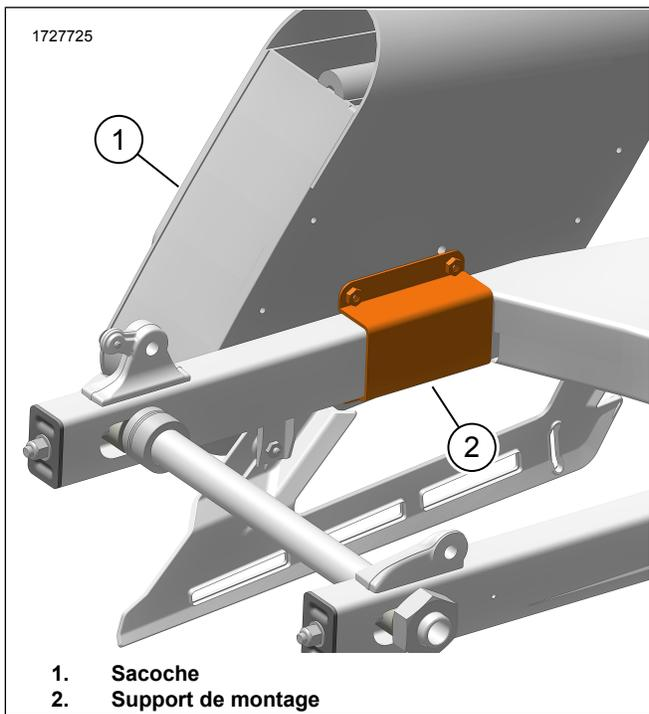

Figure 3. Ensemble de sacoche
1. Voir la figure 3. Positionner le support de montage (2) sur le bras oscillant.